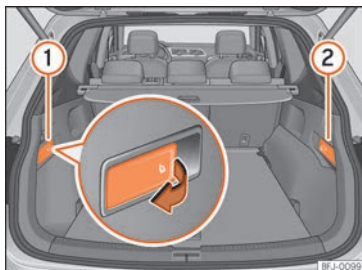

Fig. 156 Dans le coffre à bagages : leviers de déverrouillage des parties gauche (1) et droite (2) de la banquette arrière depuis le coffre à bagages.
- Tirez le levier de déverrouillage »» fig. 156 de la partie du dossier que vous souhaitez rabattre.